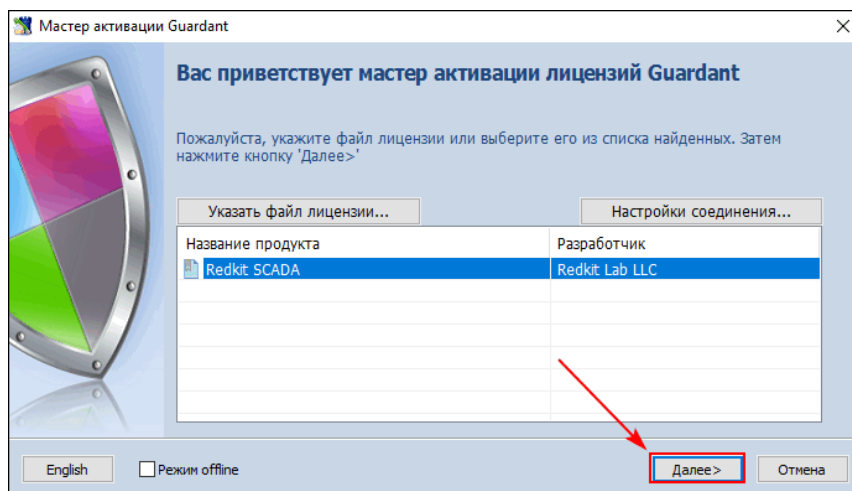

Рисунок 26 - Подтверждение файла лицензии
5. Нажмите **Далее** (Рисунок 26).